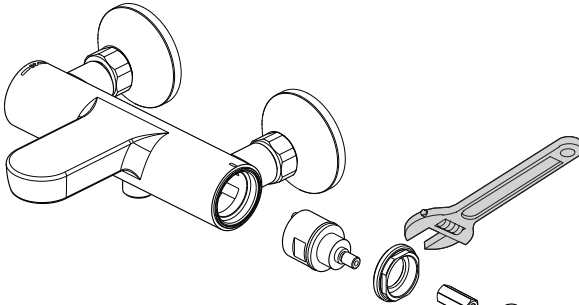
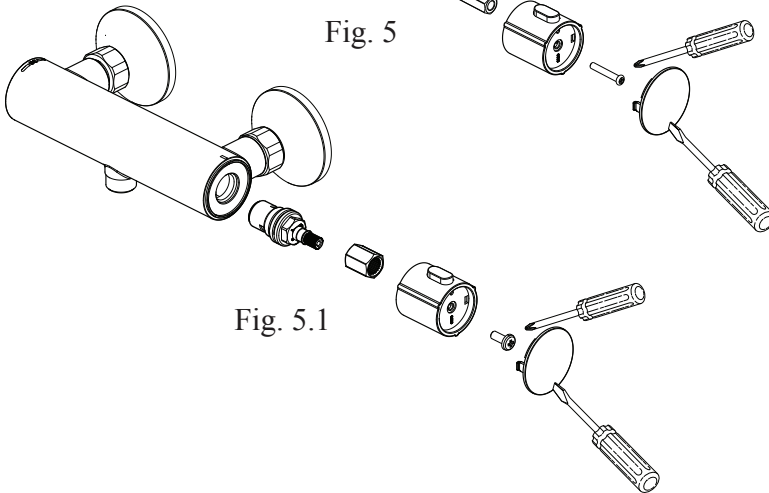

Fig. 5
Fig. 5.1
- À l'aide des pince multiprise dévisser l'écrou de fixation de la cartouche (Fig 5) ou la cartouche (Fig 5.1) selon le modèle.
- Using pliers unscrew the fastening nut of the cartridge (Fig 5) or the cartridge (Fig 5.1) all depending on the model.